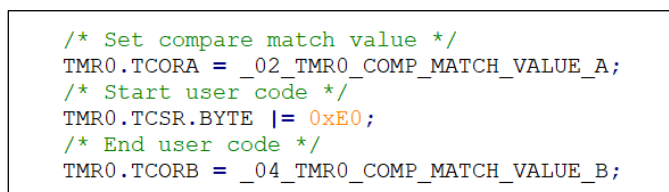

図 10-6 競合を解決した後のコード
- 2) 図 10-6 のように古い生成コードと競合に関するコメント (<<<<<<<Last Time Generated Code、=====>>>>>>This Time Generated Code) を削除してください。